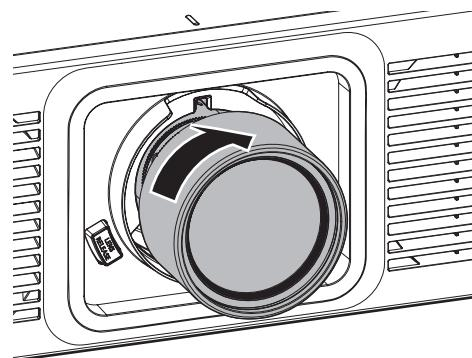

Abb. 3
- 3) Das Projektionsobjektiv im Uhrzeigersinn bis zum Anschlag drehen. (Abb. 3)